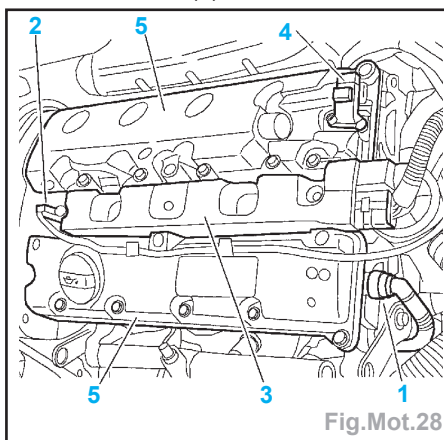

Fig.Mot.28
- Déconnecter (Fig.Mot.28) :
- le tuyau (1),
- le connecteur (2).